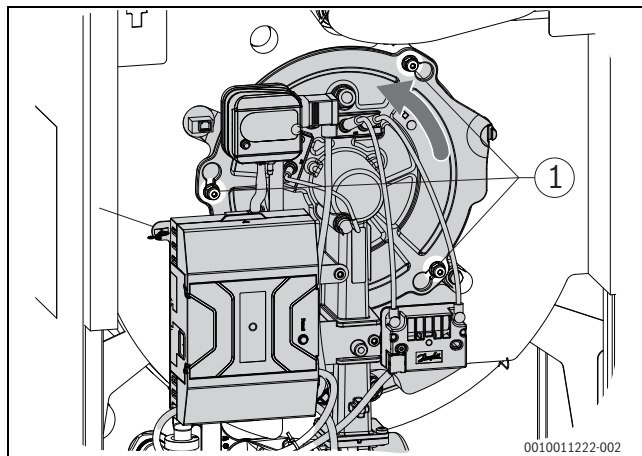

Bild 53 Befestigungsmuttern lösen
- ▶ Drei Befestigungsmuttern (→Bild 53, [1]) lösen.